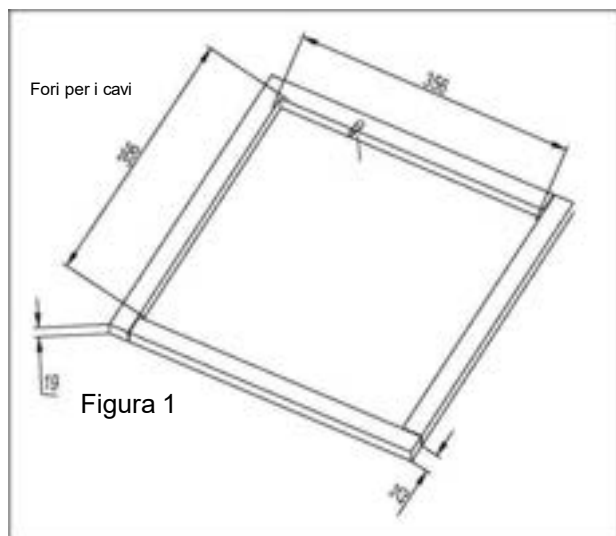

Figura 1
Esaminare le dimensioni dell'apertura del tetto, se l'apertura è inferiore a 356x356 mm, si dovrà procedere con il suo allargamento. Se l'apertura è superiore a 356x356 mm, sarà necessario costruire una piastra di montaggio (telaio) per ridurre le dimensioni dell'apertura (vedi figura 1).
Esaminare le dimensioni dell'apertura del tetto, se l'apertura è inferiore a 400x400mm, si dovrà procedere con il suo allargamento. Se l'apertura è superiore a 400x400mm, sarà necessario costruire una piastra di montaggio (telaio) per ridurre le dimensioni dell'apertura (vedi figura 1).
Se non esiste alcuna apertura di sfogo sul tetto, sarà necessario procedere con l'intaglio di una nuova apertura (vedi figura 1) sul tetto del veicolo. Sarà altresì necessario procedere all'intaglio di un corrispondente apertura nel soffitto interno del veicolo, prestare la massima attenzione quando si pratica il foro di apertura del soffitto perché, in presenza di rivestimento interno, si potrebbero provocare lacerazioni del tessuto. Dopo aver praticato l'apertura nel tetto e nel soffitto interno e verificato che ambedue combacino perfettamente, sarà necessario posizionare tra il tetto esterno e il soffitto interno una struttura di supporto opportunamente intelaiata. La struttura di rinforzo con telaio dovrà rispettare le seguenti linee guida :
2. Deve essere in grado di tenere a distanza la superficie esterna del tetto e il soffitto interno e sostenerli, in modo che quando il condizionatore e il controsoffitto del tetto siano serrati insieme, non possa prodursi alcun cedimento. Nella figura 1 viene mostrata un tipico telaio di rinforzo.